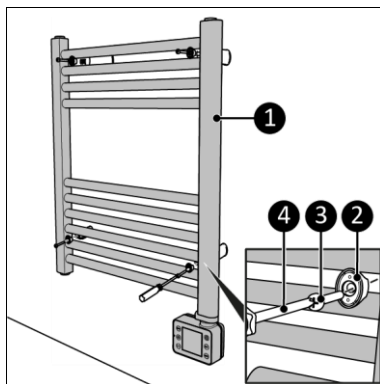

Figura 10
10. Așezați dispozitivul (Figura 10, poz. 1) peste suporturile de perete.
11. Înșurubați și fixați dispozitivul cu patru șuruburi mari (Figura 10, poz. 3) pe suportul de perete (Figura 10, poz. 2) cu ajutorul unei șurubelnițe Phillips (Figura 10, poz. 4).